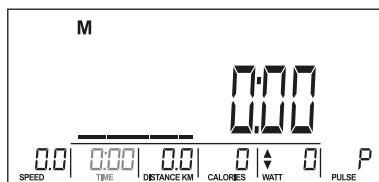
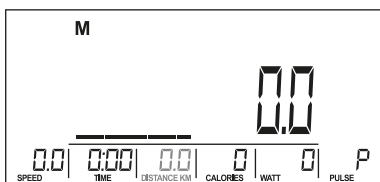
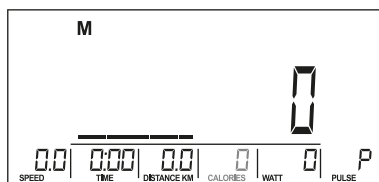
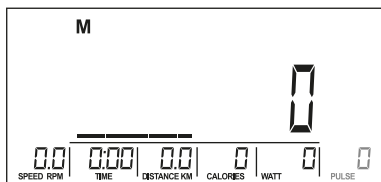

Рис. 10
Рис. 11
Рис. 12
Рис. 13
4. За допомогою регулятора встановіть TIME (Рис. 10), DIST (Рис. 11), CALORIES (Рис.12), PULSE (Рис. 13) і натисніть MODE для підтвердження.